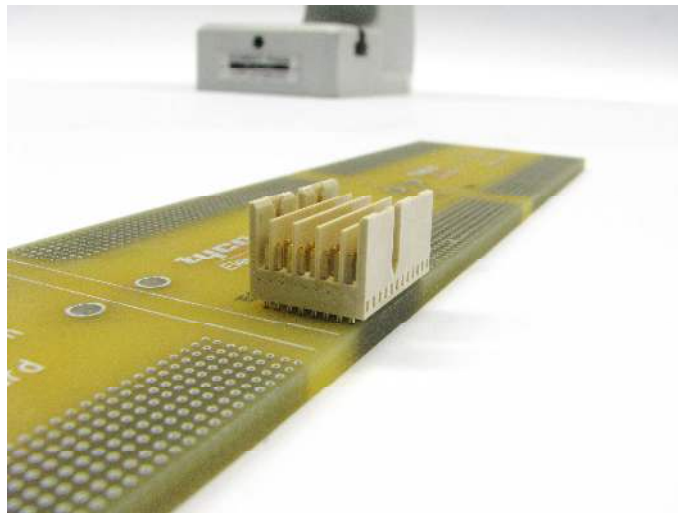

Abbildung 5
1. Als Erstes wird die Messerleiste auf die Leiterplatte gesetzt. Es ist darauf zu achten, dass alle Stifte korrekt in die vorgesehenen Bohrungen eingeführt sind (siehe Abbildung 5).